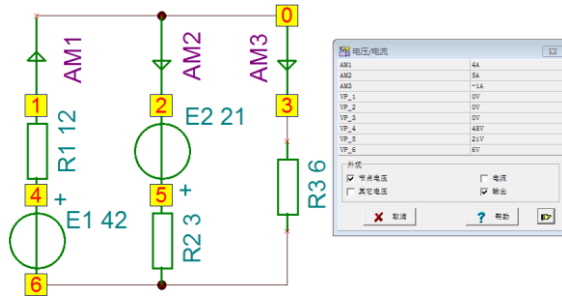

图 57 直流电压/电流结果表
① 电路的直流分析结果：执行【分析|直流分析|直流结果表】菜单命令，电路图编辑窗口如图 57 所示显示直流电压/电流结果表。